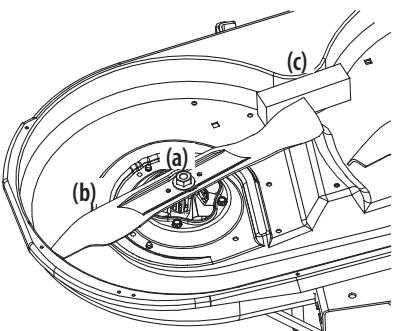

Figure 50
2. Utilisez une clé de 15/16 po pour maintenir l'écrou hexagonal au sommet de l'ensemble de la fusée en desserrant l'écrou hexagonal (a) retenant la lame (b). Vous pouvez placer une cale en bois (c) entre le carter du plateau de coupe et le tranchant de la lame (b) pour aider à débloquer l'écrou hexagonal (a) retenant la lame. Consultez la Figure 50.